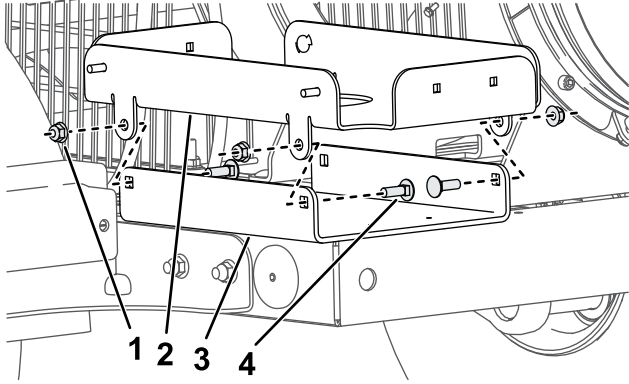

图 2
1. 卸下现有的油箱安装座并使用 4 个托架螺栓 5/16 英寸和 4 个凸缘螺母 5/16 英寸穿过托盘上的孔安装新的 38L 油箱安装座如图 2 所示。